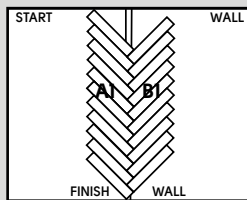

Fig. 6
7. Continuez à poser les lames sans les découper, en les mettant dans le sens opposé. Vérifiez que les lames posées sont bien droites sur les lignes. (Figure 6).